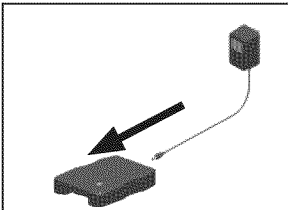

Figure 1 - Branchez le chargeur dans le socle.
1. Branchez le cordon du chargeur dans le socle de ce dernier. (Voir la Figure 1)